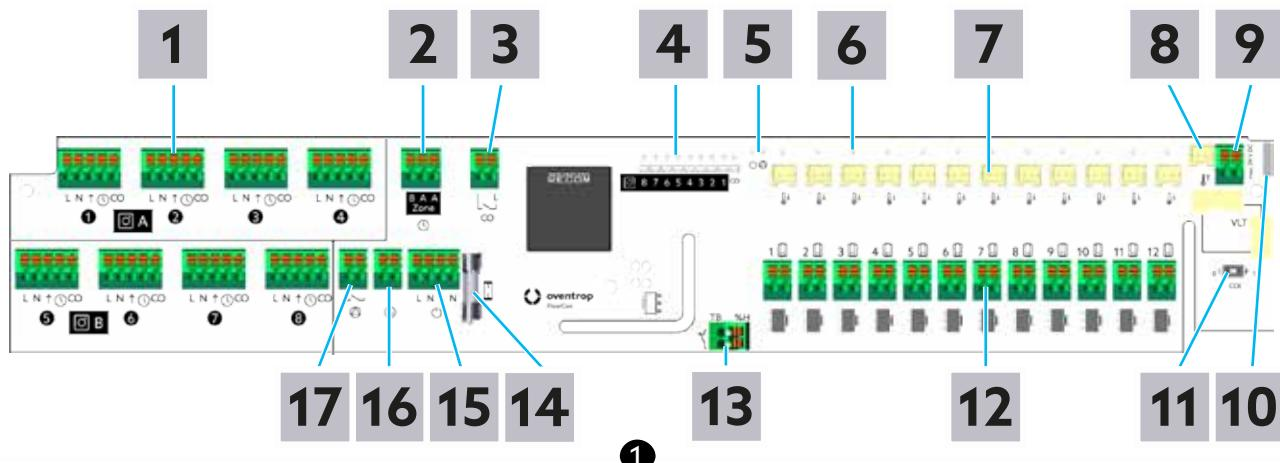

Fig. 5: Carte avec bornes et indicateurs d'état
- 1 État des thermostats d'ambiance (position 4 sur la Fig. 5 en page 35)
- 2 État de l'alimentation en tension et des composants raccordés (position 5 sur la Fig. 5 en page 35)